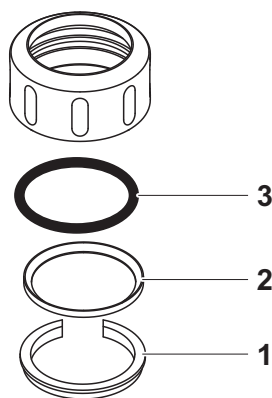

Figura 6-1 Desmontaje del anillo de acoplamiento
1	Retire el anillo de retención (pos. 1 in Figura 6-1).